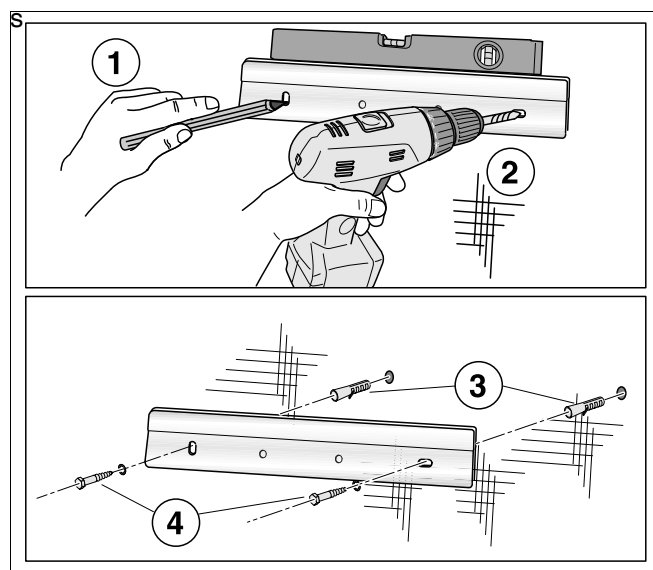

Fig. 8 Montering af vægholder
- Tegn de to borehuller ved hjælp af vægholderen (fig. 8, trin 1).
- 2 Bor hullerne i væggen (fig. 8, trin 2).
- 2 Sæt de medfølgende dyvler i borehullerne (fig. 8, trin 3).
- Montér vægholderen vandret med de 2 medfølgende skruer (fig. 8, trin 4).